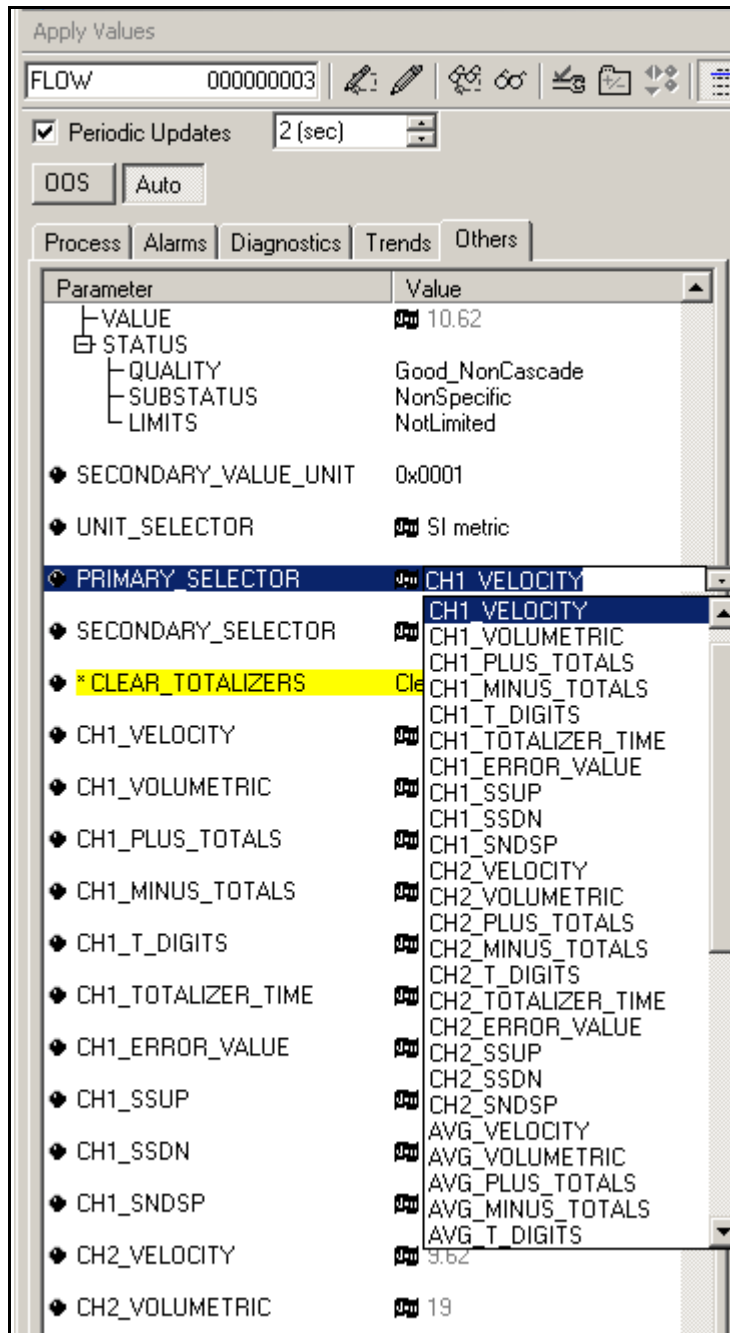

Рис. 60: Выпадающий список первичного селектора
4. После выбора требуемых измерений для первичного и вторичного селекторов (PRIMARY и SECONDARY) выберите систему единиц измерения (селектор единиц измерения UNIT_SELECTOR над первичным селектором PRIMARY_SELECTOR), которая запрограммирована в расходомере (Британская или СИ), как показано на *рис. 60* внизу.